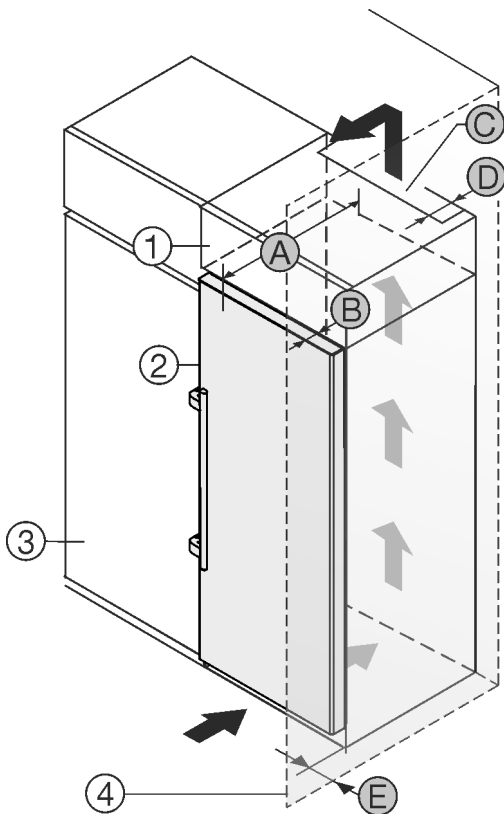

Fig. 2
- (1) Uždedama spintelė *
- (2) Prietaisas *
- (3) Virtuvės spinta *
- (4) Sieną *
- (A) Prietaiso gylis *
- (B) Durų gylis *
- (C) Vėdinimo angos skerspjūvis *
- (D) Atstumas iki galinės prietaiso pusės *
- (E) Atstumas iki prietaiso pusės *
Prietaisą galite statyti iš karto šalia virtuvės spintelės *Fig. 2 (3)*.*
Galinėje uždedamos spintelės pusėje turi likti tarpas ventiliacijai, kurio gylis *Fig. 2 (D)* būtų per visą uždedamos spintelės plotį.*
Po patalpos lubomis turi būti laikomasi vėdinimo angos skerspjūvio *Fig. 2 (C)*.*
Jei prietaisas su lankstais statomas greta sienos *Fig. 2 (4)*, mažiausias atstumas tarp prietaiso ir sienos turi būti 57 mm . Tai atitinka rankenų išsikišimą esant atvertoms durims.*
Kad durys atsidarytų iki galo, palyginti su šaldytuvo priekiu, prietaisas turi išsikišti bent per savo durų gylį *Fig. 2 (B)*. Priklausomai nuo virtuvės spintelėlių *Fig. 2 (3)* gylio ir atstumo iki sienos nustatančių detalių naudojimo, prietaisas gali išsikišti daugiau.*